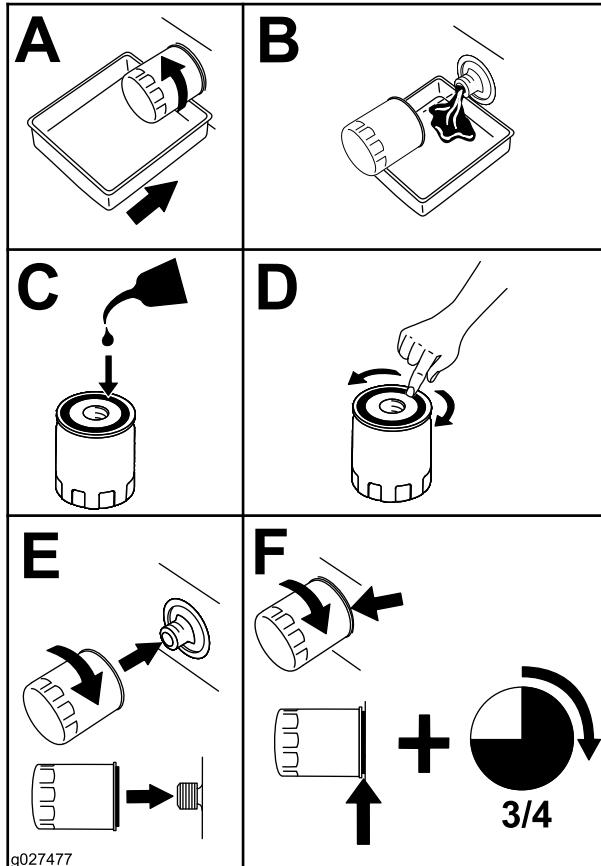

Figure 49
- Remplacez le filtre à huile moteur (Figure 49).